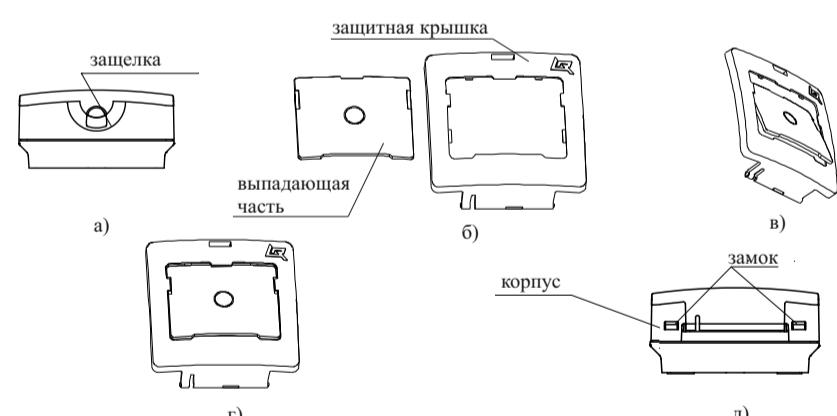

Рисунок 2
6.6 Для установки выпадающей части необходимо открыть защитную крышку, поддев защелку в верхней части корпуса острым предметом (Рисунок 2 а). Далее защитная крышка показана отдельно от корпуса (снимать крышку с корпуса УДП не следует). Выпадающая часть в положении, показанном на рисунке 2 б), ввести верхней кромкой в середину выреза защитной крышки (Рисунок 2 в) и, повернув, совместив плоскости, защелкнуть нажатием на кромки выпадающей части (Рисунок 2 г).
6.9 Для установки УДП необходимо отсоединить корпус от основания, нажав отверткой на замки (Рисунок 2 д). (При этом кнопка должна быть в отжатом состоянии).